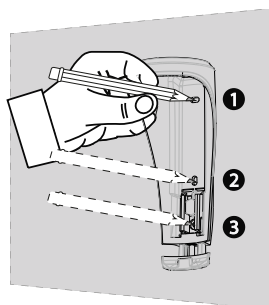

Figura 4:
1. Use el orificio superior y medio del soporte del dispositivo para marcar dos orificios en la superficie de montaje. Consulte el orificio número 1 y el orificio número 2 en la Figura 4.
2. Optativo: Para aprovechar la protección contra manipulación indebida, utilice el orificio inferior en el segmento desprendible del soporte para marcar un tercer orificio en la superficie de montaje. Consulte el orificio número 3 en la Figura 4.